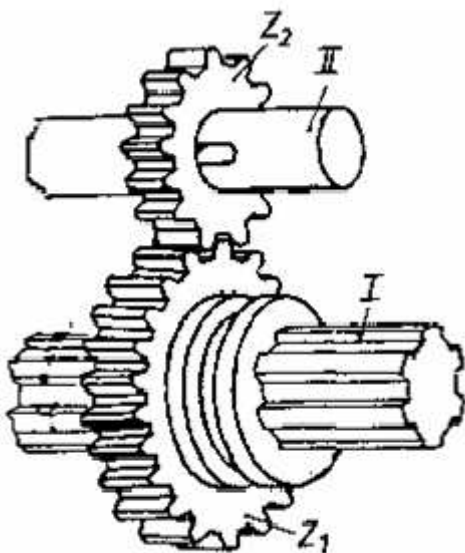

Fig. 1
- a) *Engranajes de acción directa*: formados por dos o más ruedas que engranan entre sí, directamente una con otra, como es el caso de la figura (Fig.1).